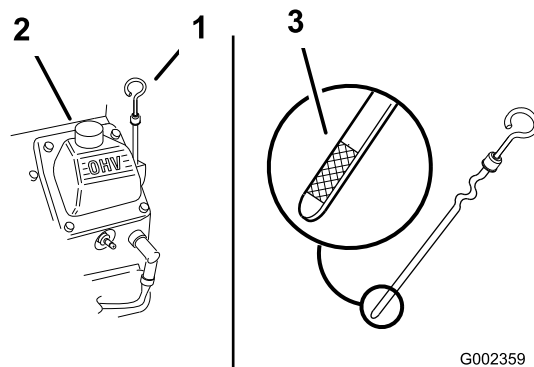

Figura 45
2. Pulite attorno all'asta di livello (Figura 45) in modo che la morchia non possa penetrare nel foro di rifornimento e danneggiare il motore.
3. Togliete l'asta di livello, asciugatela e reinseritela a fondo (Figura 45).
Il livello dell'olio deve essere compreso tra i segni di limite di pieno "F" e basso "L" sull'asta di livello (Figura 45).
5. Se il livello dell'olio è al di sotto del segno basso "L", rimuovete il tappo del tubo di riempimento (Figura 45) e aggiungete l'olio specificato fino a quando il livello non raggiunge il segno di pieno "F" sull'asta di livello.